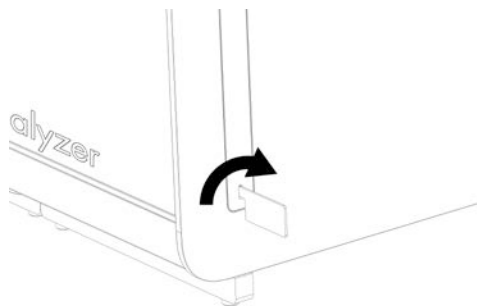

Figura 5. Retirada de las tapas de protección.
2. Retire las tapas de protección de la parte lateral del módulo analítico con la herramienta de retirada de la tapa de protección suministrada con el QIAstat-Dx Analyzer 1.0 (figura 5, siguiente página).